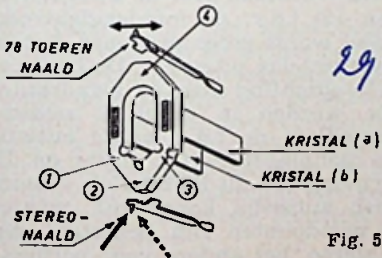

Fig. 53
Een variant van het zojuist geschetste principe vinden we o.m. bij de Ronette en BSR-elementen, zg. draai-om elementen voor stereo, LP en 78-toerenplaten (zie fig. 53). T.o.v. de stereonaald is de 78-toeren naald een vast punt. Linkse modulaties op de stereo-naald doen het plastic koppelstuk scharnieren om punten (1), (2), (3) en (4); het plaatje (a) wordt hierbij getordeerd,